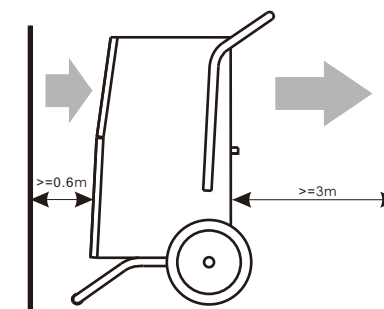

FIG. 2
- Afin d'obtenir le meilleur rendement, respecter les distances minimales des murs proposées pour les côtés aspiration et éjection, à savoir 0,6 et 3 m (voir FIG. 2).